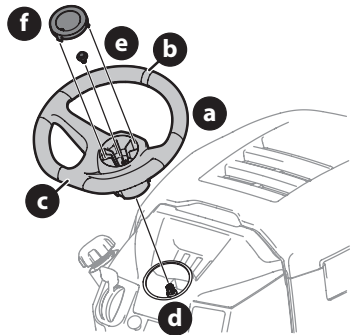

Figure 14
1. Placez les roues de l'appareil de sorte qu'elles pointent vers l'avant, puis placez le volant de direction (a) sur l'arbre de direction (d) en vous assurant que la ligne au milieu (b) du volant (a) pointe vers l'avant et que la partie plate du volant (c) soit face vers le siège (Figure 14).
2. Fixez le volant de direction (a) avec le boulon hexagonal (e) qui se trouve sous le capuchon (f). Serrez le boulon à un couple de 24-30 N m (18 à 22 pi-lb) (Figure 14).
3. Placez le couvercle du volant de direction (f) au centre du volant de direction (a) et poussez-le jusqu'à ce qu'il s'enclenche (Figure 14).
NOTE : Un enduit frein est appliqué sur le boulon (e) qui fixe le volant de direction (a). Si vous retirez le boulon, il est recommandé d'appliquer de l'enduit frein ou de remplacer le boulon (e) (Figure 14).